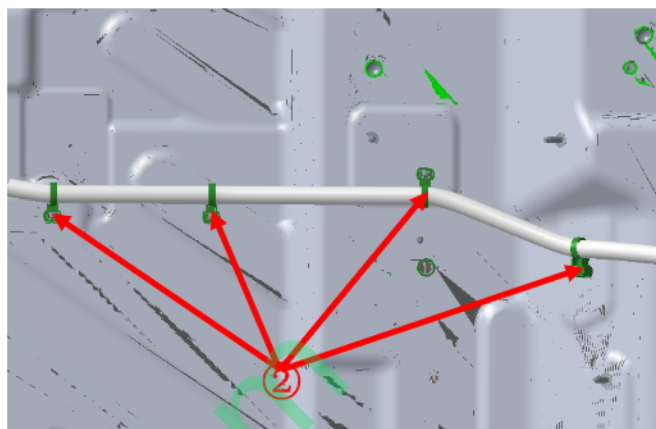

图 35
步骤 5：先将序号⑥所示卡扣拔下，再将图 35 所示序号⑤所示连接器插拔下。